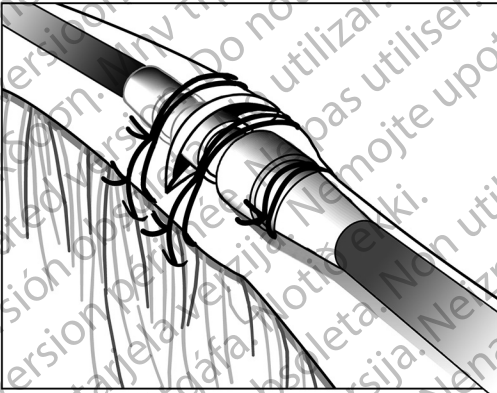

Abbildung 13. Beispiel einer Nahtmanschette, Implantation über eine Vene
3. Verwenden Sie dieselbe Rille, um die Elektrode und die Vene an der benachbarten Faszie (Abbildung 13 Beispiel einer Nahtmanschette, Implantation über eine Vene auf Seite 36) zu fixieren.